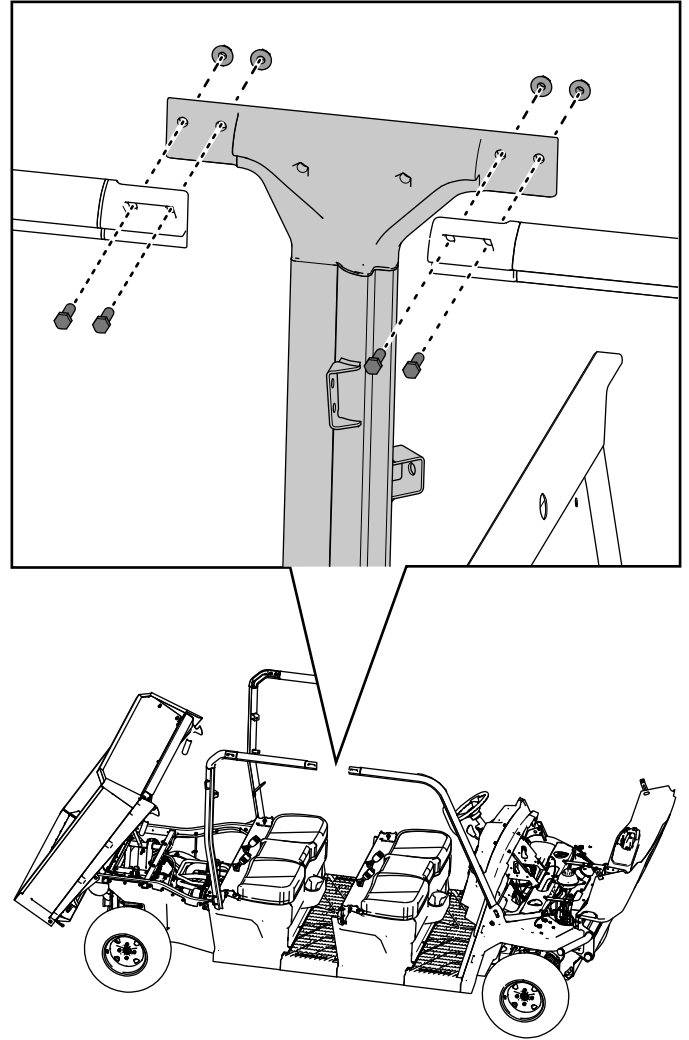

Figura 40
12. Sujete provisionalmente la parte superior del conjunto de barra antivuelco media derecha en los conjuntos de barras antivuelco delantera y trasera derechos con 4 pernos de cabeza hexagonal ($\frac{3}{8}$ " x $1\frac{1}{4}$ ") y 4 contratuercas ($\frac{3}{8}$ "), tal y como se muestra en la Figura 40.